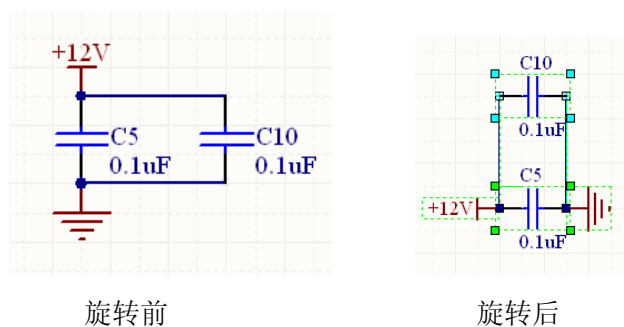

图 3.15 使用“Edit”->“Move”->“Rotate Selection”命令的效果
(1) 按照第 3.1.1 节介绍的方法，选择所有需要移动的图元对象。
(2) 在主菜单中选择“Edit”->“Move”->“Rotate Selection”命令或者单击“Space”快捷键，选择的图元对象将整体逆时针旋转 90°，如图 3.15 所示就是选择整个电路后的旋转效果。